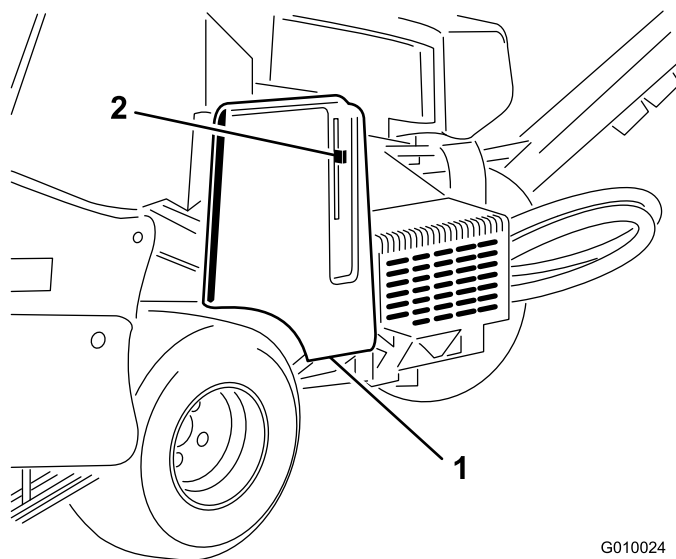
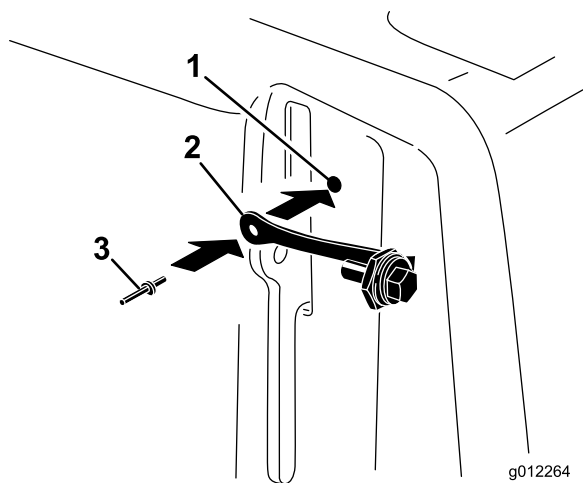

Figura 16
Figura 17
1. Localice el orificio de la cubierta de las correas, junto a la ranura de la palanca del cierre (Figura 16 y Figura 17).
2. Sujete el conjunto de la trabilla al orificio de la cubierta de las correas con un remache ciego (Figura 17).